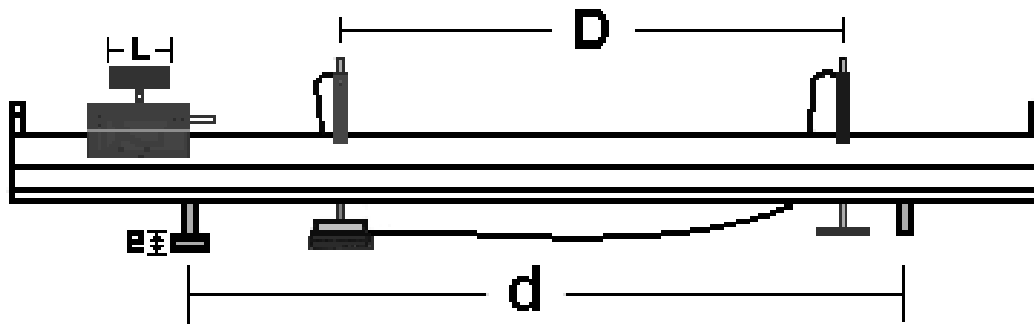

FIGURA 1. Riel de aire.
3. Ubique la Fotocompuerta registradora y la Fotocompuerta auxiliar como se muestra en la figura 1.